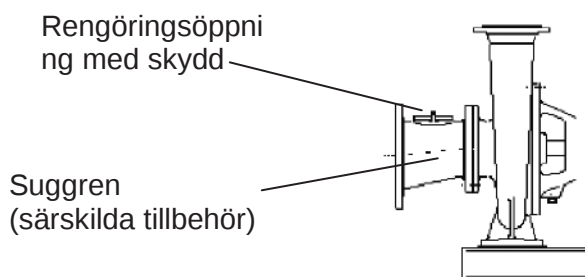

Fig. 4-7 Sugrör
- Om ett reduceringsstycke installeras direkt före centrifugalpumpen ska styckets smala del alltid vara längst ner (Fig. 4-7).